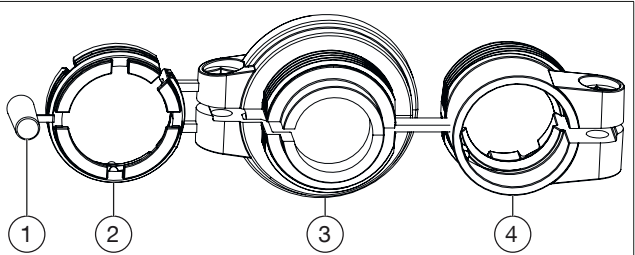
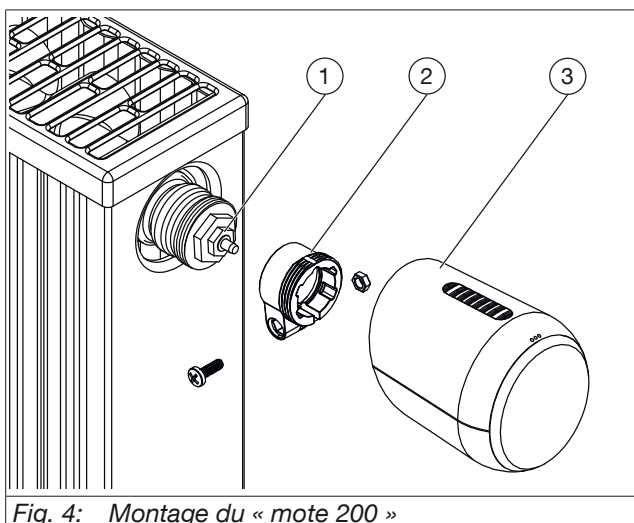

Fig. 2: Adaptateurs
Fig. 4: Montage du « mote 200 »
3. Sélectionner si besoin un des adaptateurs pour le « mote 200 » (voir Fig. 2 page 8 et Fig. 4 page 9) et le monter sur le robinet du radiateur.